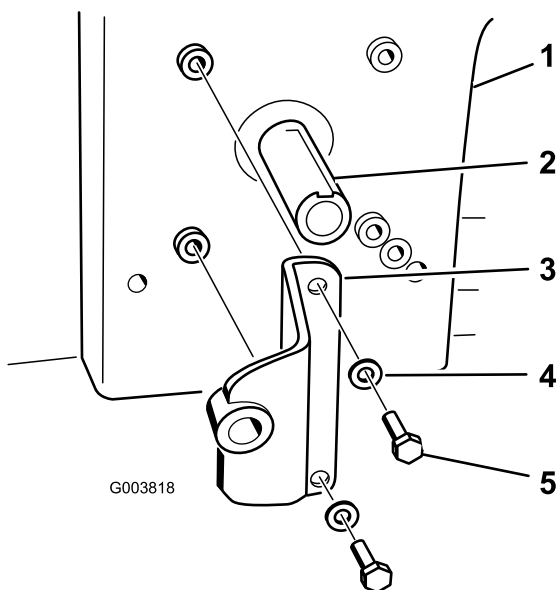

Figura 19
- 4. Instale el soporte de la bomba en el motor con 2 pernos (5/16" x 3/4") y 2 arandelas (3/8"). Consulte en Figura 19 la posición correcta del soporte de la bomba.